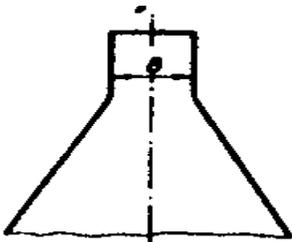

Fig. 41
□ Las cifras de cota son muy importantes y se tienen que leer claramente. En el caso de que por falta de espacio se tenga que poner sobre cualquier tipo de línea, ésta se interrumpirá para que no haya ninguna duda al interpretarla. (**Fig. 41 y 42**)